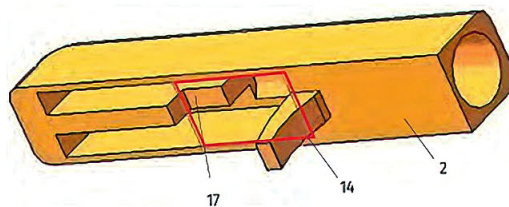
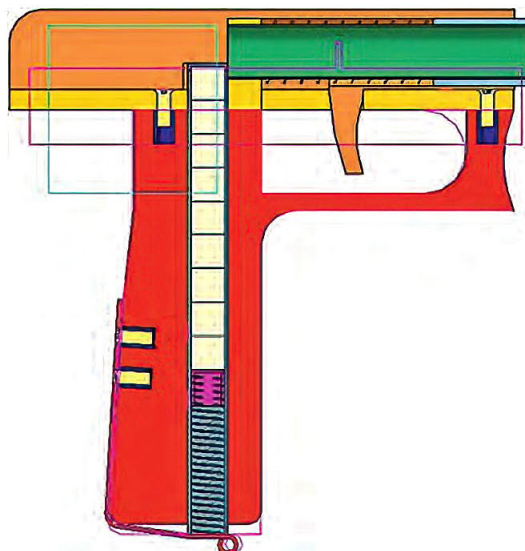

Рис. 4. 3D-изображение компьютерной модели затвора (2) со спусковым крючком (14) и шипом (17), общий вид снизу-справа-спереди
Рис. 6. 3D-изображение компьютерной модели диспенсера, продольный разрез
Рис. 4. Устройство «Кобра» в исходном состоянии (вид в плане): 1 — упругий элемент; 2 — неподвижная часть салона; 3 — пластина; 4 — пассажирское сиденье; 5 — пассажир; 11-14 — поражающие электроды
Рис. 6. Схема срабатывания устройства «Кобра»: 1 — упругий элемент; 2 — неподвижная часть салона; 3 — пластина; 6 — электрическая цепь системы управления; 7 — фиксатор; 8 — выключатель; 9 — источник питания; 10 — исполнительный механизм фиксатора; 11-14 — поражающие электроды; 15 — электрическая цепь электрошока; 16 — преобразователь; 17 — выключатель; 18 — электромагнитное реле; 19 — нормально разомкнутый контакт
Устройство «Кобра» для блокировки пассажира транспортного средства при угрозе его нападения на водителя имеет много общих конструктивных признаков с устройством «Объятия», что соответствует принципам унификации при их модульности. Оно содержит (рис. 4–6) упругий элемент 1, например цилиндрическую или коническую пружину, встроенный в неподвижную часть салона транспортного средства, например в спинку водительского сиденья (2). Пластина 3 закреплена на свободном конце («головке») упругого элемента 1 (предпочтительно заподлицо с его задней стенкой) и обращена наружу к пассажирскому сиденью 4 (для пассажира 5). При этом предусмотрена возможность фиксации (исходное положение устройства) и расфиксации (в действии) упругого элемента 1 (непосредственно или через фиксацию пластины 3) по электрической цепи 6 СУ (см. рис. 6) посредством фиксатора 7 по команде водителя или иного ответственного лица и перемещения пластины 3 под действием упругого элемента 1 в сторону пассажирского сиденья 4.